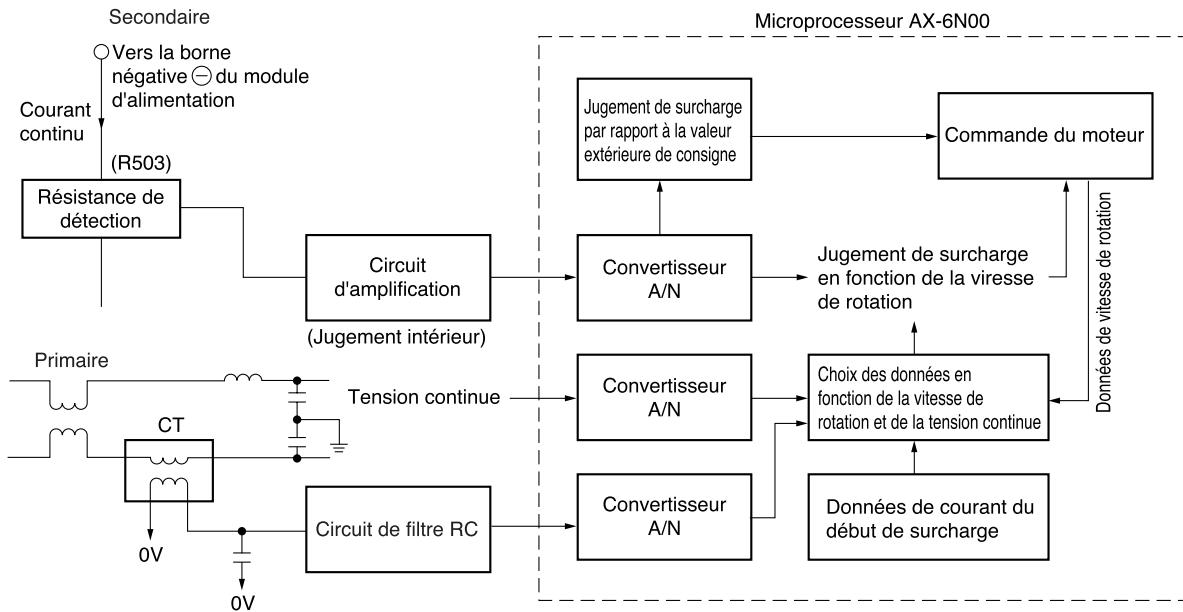

Fig. 5-1 Configuration du système de commande de surcharge
- La figure 5-1 représente la configuration du système qui assure la gestion d'une surcharge et la figure 5-2 est un diagramme permettant de juger de la présence d'une surcharge. Il existe deux méthodes de jugement : l'une, extérieure, compare la valeur externe de consigne avec la valeur du courant continu quelle que soit la vitesse de rotation, l'autre, intérieure, compare la valeur de consigne qui varie en fonction de la vitesse de rotation programmée qui est un élément du logiciel du microprocesseur, avec la valeur actuelle du courant continu.